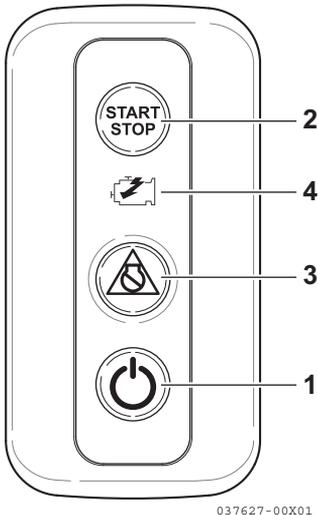

Figura 8
4. Pulse el interruptor de encendido del panel de interruptores del puesto seleccionado (**Figura 8, (1)**).
9. Pulse el interruptor START/STOP (arranque/parada del motor) (**Figura 8, (2)**) y accione el motor de arranque.